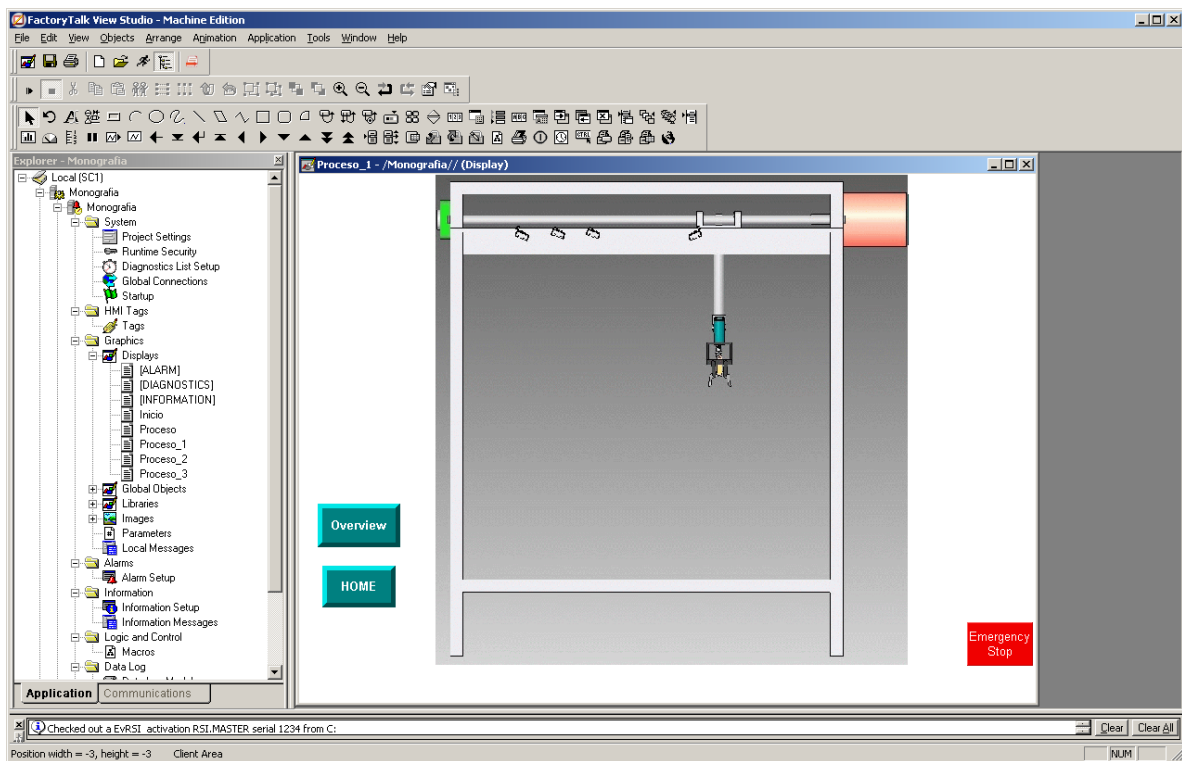

Figura 56. Imagen de la Pantalla Proceso_1 para la Maquina de Embalaje. [4]
- Proceso_1 (Puentes). (Ver Figura 56)